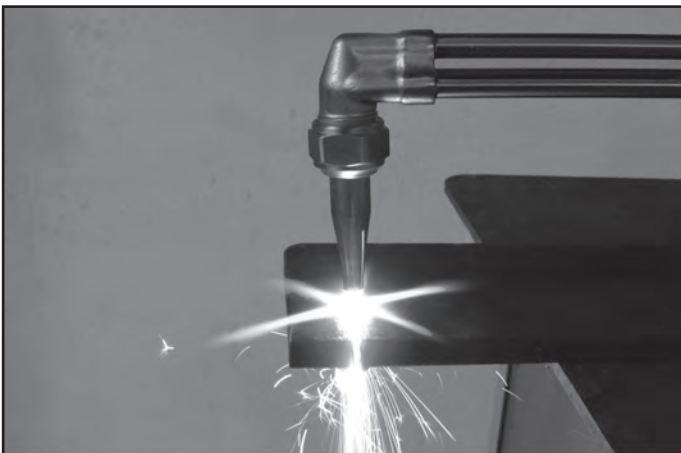

Figura 19: Corte
20. Cuando comience el corte, desplace el soplete en la dirección hacia donde desea cortar (vea Figura 19).